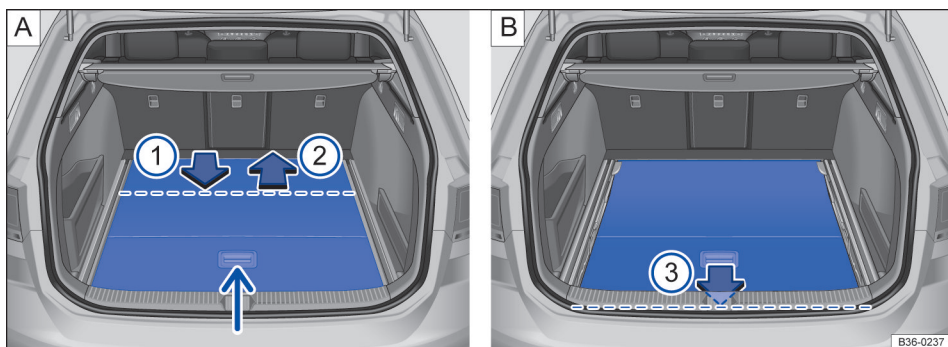

Fig. 179 No compartimento de bagagem: afundar o assoalho do compartimento de bagagem.
- Levantar o assoalho do compartimento de bagagem → Fig. 179 [A] (seta menor) e virar.
- Puxar o assoalho do compartimento de bagagem no sentido da seta → Fig. 179 [A] ① sobre o canto do compartimento de bagagem até aproximadamente a linha tracejada. A parte frontal do assoalho do compartimento de bagagem deve virar para baixo.
- Empurrar o assoalho do compartimento de bagagem, no sentido da seta → Fig. 179 [A] ②, até o batente. O assoalho do compartimento de bagagem está, agora, na posição mais baixa.
- Puxar o assoalho do compartimento de bagagem no sentido da seta → Fig. 179 [B] ③ para o canto do compartimento de bagagem até o batente.